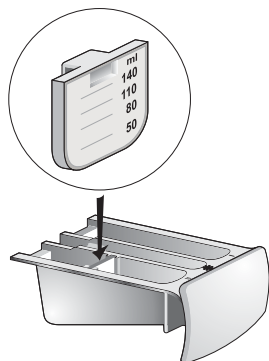

Рис. 28
Возможно также применение жидких моющих средств для основной стирки после установки вкладыша в камере **В** (рис. 28). Вкладыш находится в оборудовании машины.
- моющими средствами следует наполнять соответствующие камеры емкости для детергентов (рис.28).
Важно! Надо систематически чистить сифон камеры емкости детергентов для обеспечения его проходимости (см. рис. 28).